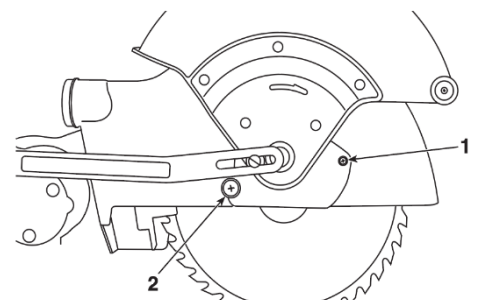

Fig.4
2. Desserrez, mais ne retirez pas, la vis de la plaque de protection arrière 2 (Figure 4)
3. Soulevez la protection inférieure et desserrez, mais ne retirez pas, la vis avant de la plaque de protection 1 (Figure 4)
9. Alignez la plaque de protection avec le trou de vis de la plaque de protection et serrez la vis avant de la plaque de protection 1 (Figure 4).
10. Faites pivoter la protection inférieure vers le bas pour serrer la vis arrière de la plaque de protection 2 (Figure 4).